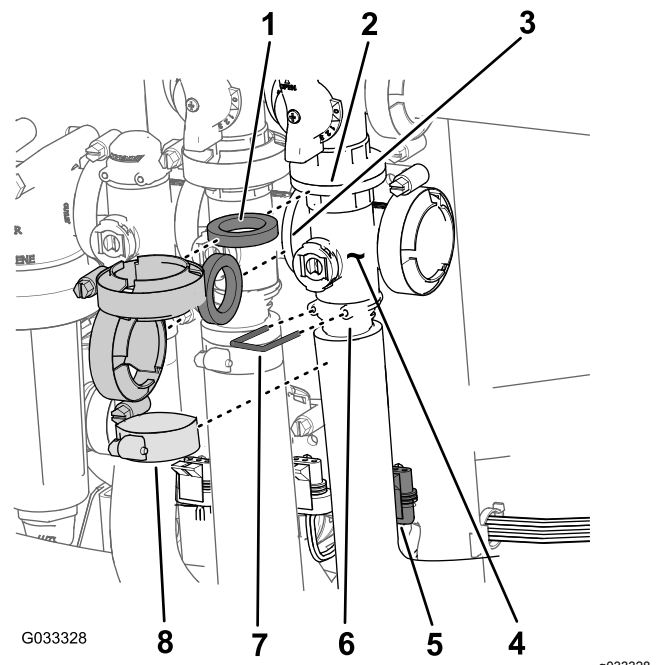

Bild 66
- Entfernen Sie die Klemmen und Dichtungen, mit denen der Verteiler für das Hauptauslegerventil (Bild 66) am Sicherheitsventil des Hauptauslegers, am Rührwerkventil und am Verteilerventil des Hauptauslegers (am Ende des Schlauchs für das Durchflussmessgerät) befestigt ist.
- Entfernen Sie den Halter, mit dem das Auslaufanschlussstück am Verteiler für das Hauptauslegerventil befestigt ist (Bild 66).